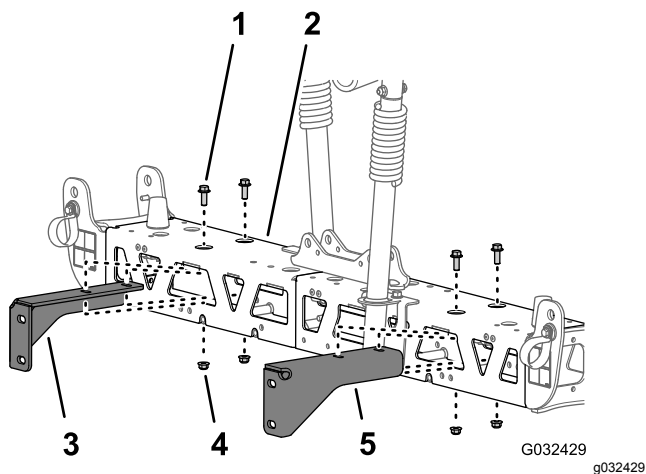

Figura 73
2. Rimuovete i 2 bulloni a testa flangiata (3/8" x 1") e i 2 dadi di bloccaggio flangiati (3/8") che fissano la staffa di supporto alla sezione della barra centrale e rimuovete la staffa (Figura 73).
3. Rimuovete i 2 bulloni a testa flangiata (3/8" x 1") e i 2 dadi di bloccaggio flangiati (3/8") che fissano l'altra staffa di supporto alla sezione della barra centrale e rimuovete la staffa (Figura 73).